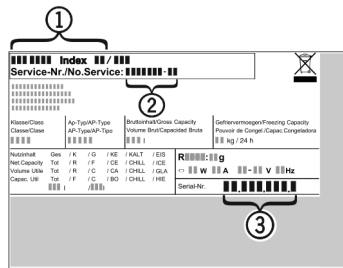

Fig. 9
- Gerätebezeichnung Fig. 9 (1), Service-Nr. Fig. 9 (2) und Serial-Nr. Fig. 9 (3) vom Typenschild ablesen. Das Typenschild befindet sich an der linken Geräteinnenseite.
- Den Kundendienst benachrichtigen und den Fehler, Gerätebezeichnung Fig. 9 (1), Service-Nr. Fig. 9 (2) und Serial-Nr. Fig. 9 (3) mitteilen.